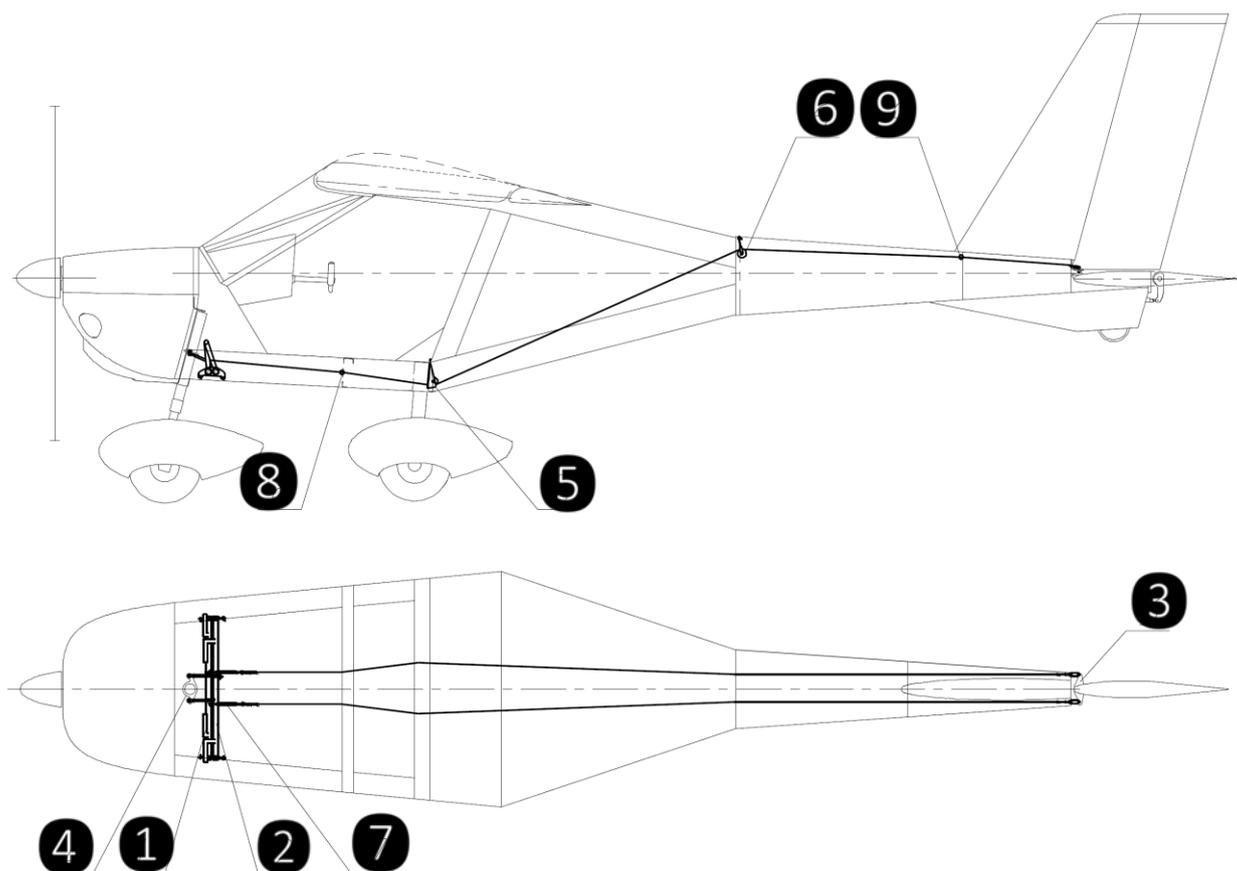

Fig. 5 : système de commande de la dérive et de la roulette de nez
Les palonniers pilote et copilote sont reliés par deux arbres (arbre 1 pour les pédales « gauche » et arbre (2) pour les pédales « droite », ces arbres sont guidés par des paliers fixés dans le bas du fuselage (fig. 5).